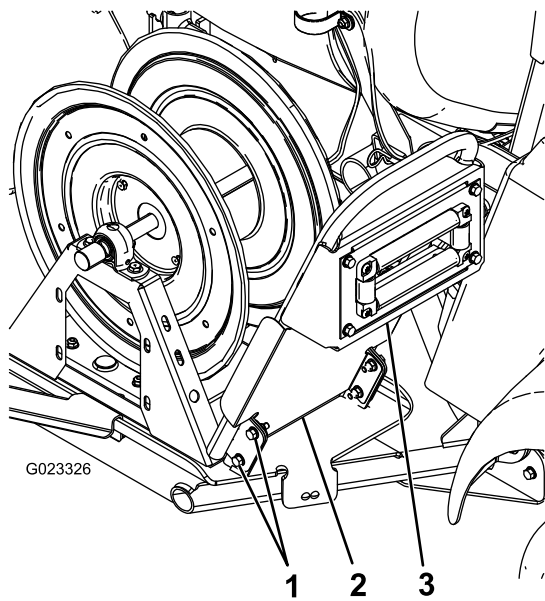

图 11
5. 用 4 个螺栓 5/16 英寸将手柄松松地安装到转盘上图 11。
6. 使用在第 5 步安装的螺栓和 4 个凸缘螺母5/16 英寸将挡泥板和手柄连接到转盘上图 11。